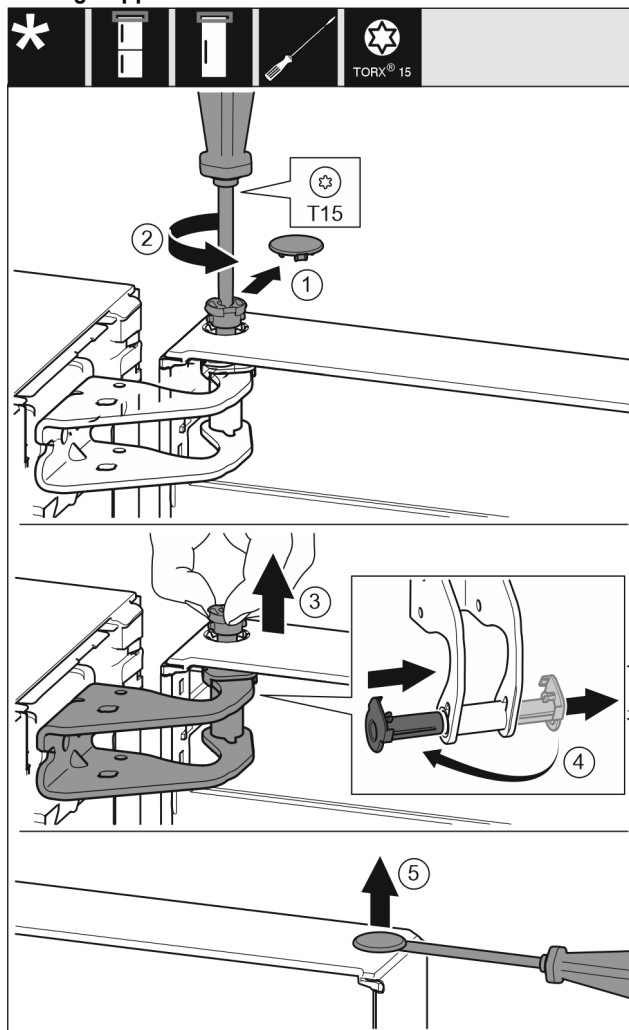

Fig. 12
- ▶ Estrarre con cautela la copertura di protezione. Fig. 12 (1)
- ▶ Con un cacciavite T15 svitare un po' il perno. Fig. 12 (2)
- ▶ Tenere ferma la porta ed estrarre il perno con le dita. Fig. 12 (3)
- ▶ Estrarre la boccola dalla guida. Inserire dall'altro lato e innestare. Fig. 12 (4)
- ▶ Con un cacciavite a testa a intaglio sollevare con cautela i tappi a vite dalla boccola della porta ed estrarli. Fig. 12 (5)